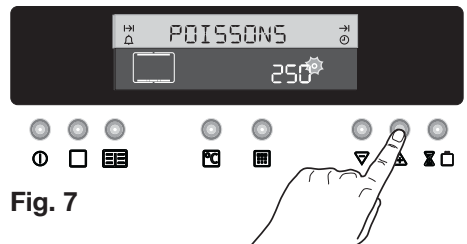

Fig. 7
3. Réglez la température à 250°C en utilisant la touche **▲** (Fig. 7).